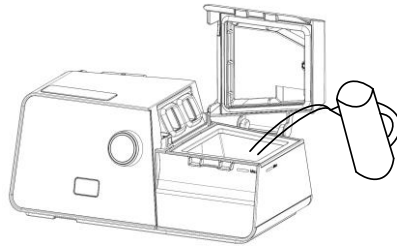

Fig. 14-4
(2) Deschideți capacul și umpleți camera de apă cu aproximativ 360 ml de apă, așa cum se arată în Fig. 14-4. Asigurați-vă că apa nu depășește linia maximă a nivelului apei.